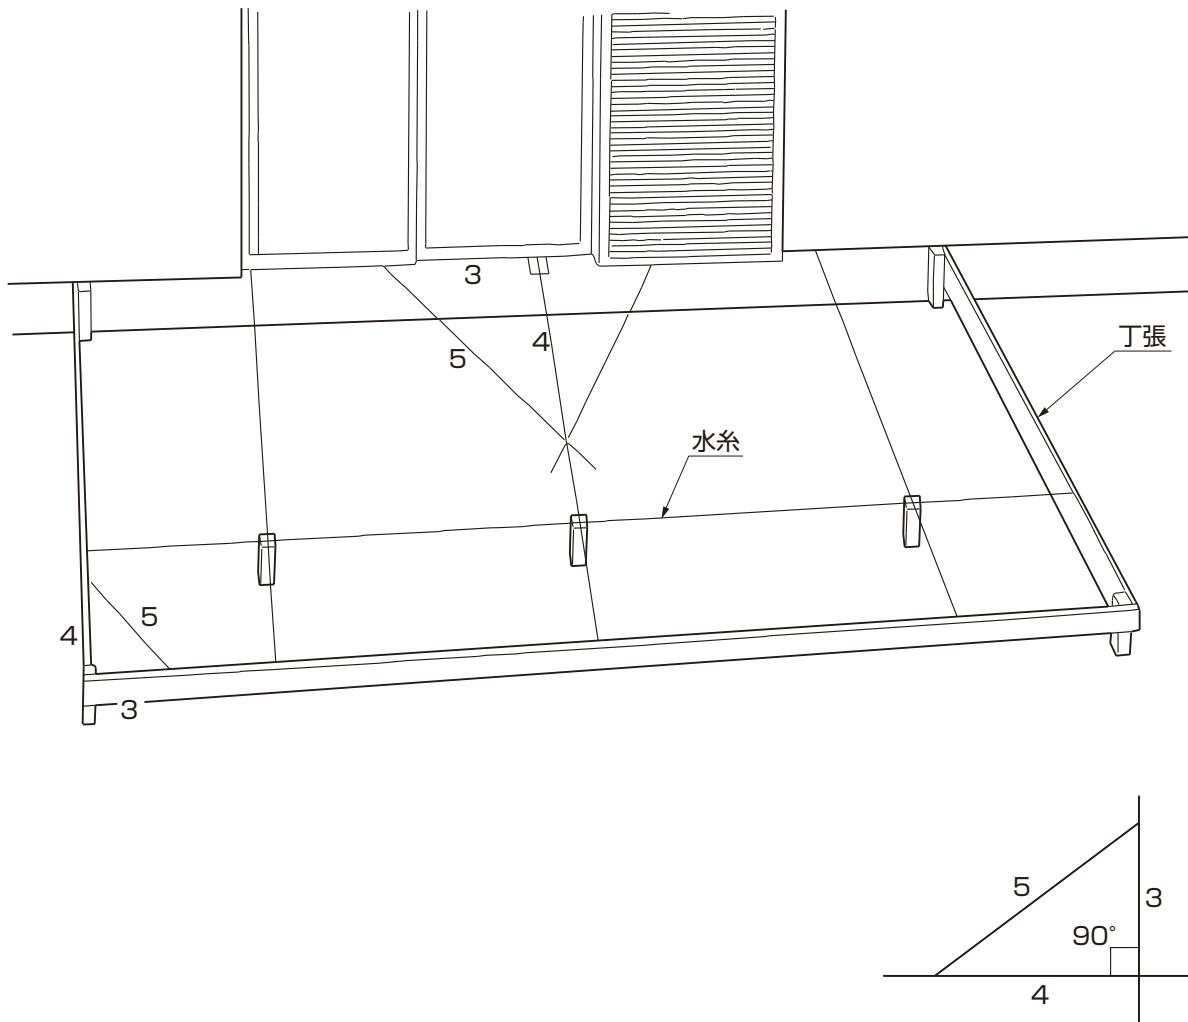

図1-1 直角出し寸法
- ①「2 基本寸法と各部名称」を参照して本体の取付位置およびフロアの高さを決めてください。
- ②前面・両側面に丁張を組んでください。
- ③軀体に柱寸法の印をつけ、図1-1の方法で直角をだし、束柱の位置を出してください。
- ④束柱の位置から、両側の柱位置を決めてください。
- 各コーナーの直角を定規、図1-1の方法等で割り出してください。